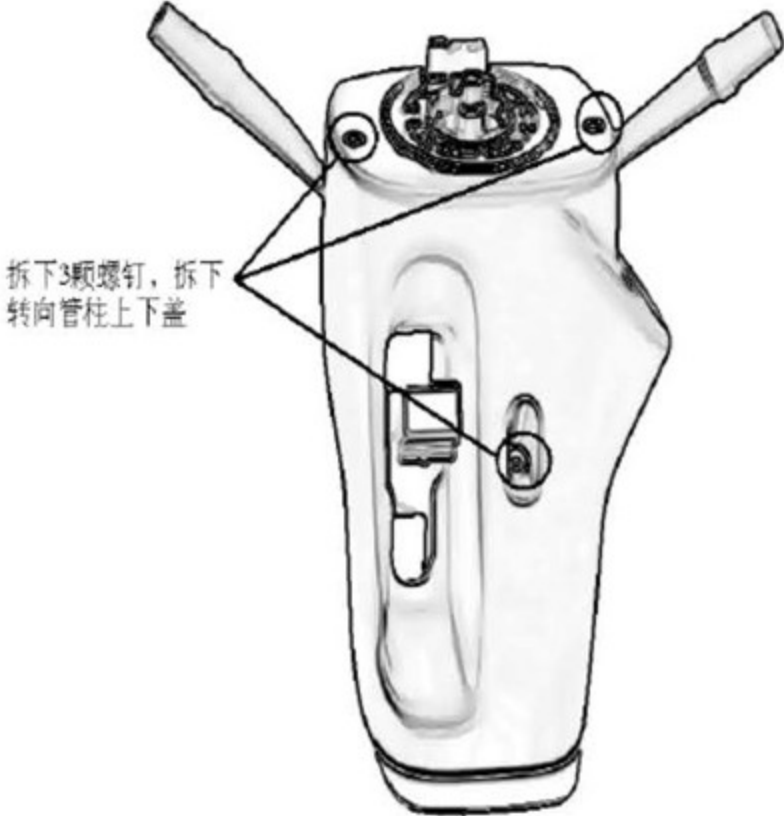

图6
- (5) 拆下组合开关下护罩。拆下 3 个螺钉和组合开关上、下护罩。如图6所示。